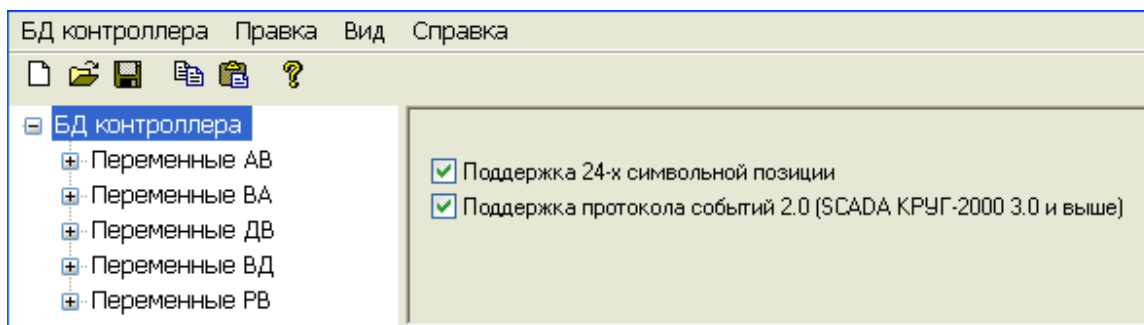

Рисунок 2.8 – Изменение настроек БД
- **Изменение глобальных настроек БД.** Производится путём выбора элемента " БД контроллера" в списке переменных. После чего на панели отображения контекстнозависимой информации появится диалог (рисунок 2.8), в котором возможно установить признаки поддержки 24-х символьной позиции и поддержки протокола событий версии 2.0